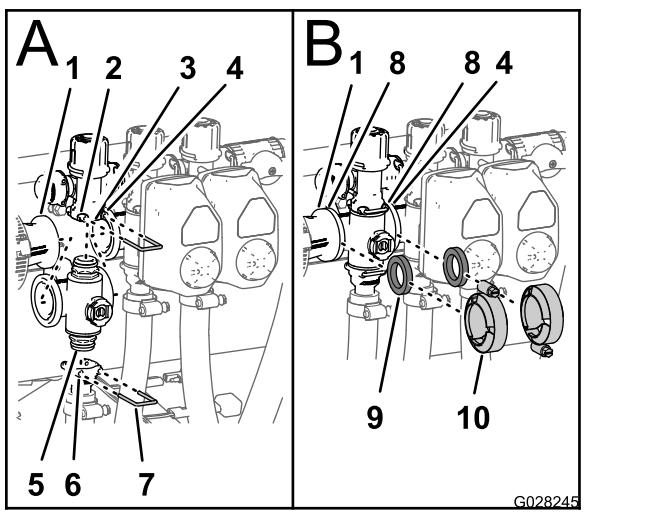

Figura 144
1. Inserite il raccordo del tappo terminale superiore della valvola del collettore nel raccordo di bypass (Figura 144).
2. Fissate il raccordo del tappo terminale al raccordo di bypass inserendo un fermo nella presa del raccordo di bypass (Figura 144).
3. Montate il raccordo di uscita sul raccordo del tappo terminale inferiore della valvola del collettore (Figura 144).
4. Fissate il raccordo del tappo terminale al raccordo di uscita inserendo un fermo nella presa del raccordo di uscita (Figura 144).
5. Allineate una guarnizione tra le flange del giunto del riduttore e il collettore della valvola di sezione (Figura 144).
6. Montate il giunto del riduttore, la guarnizione e il collettore della valvola di sezione con un morsetto e serrate manualmente (Figura 144).
7. Se state montando le 2 valvole di sezione all'estrema sinistra, allineate una guarnizione tra le flange dei 2 collettori delle valvole di sezione adiacenti (Figura 144).
8. Montate i 2 collettori delle valvole di sezione adiacenti e la guarnizione con un morsetto e serrate manualmente (Figura 144).